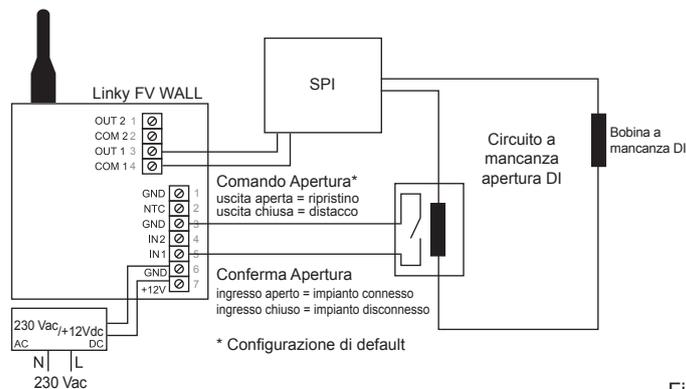
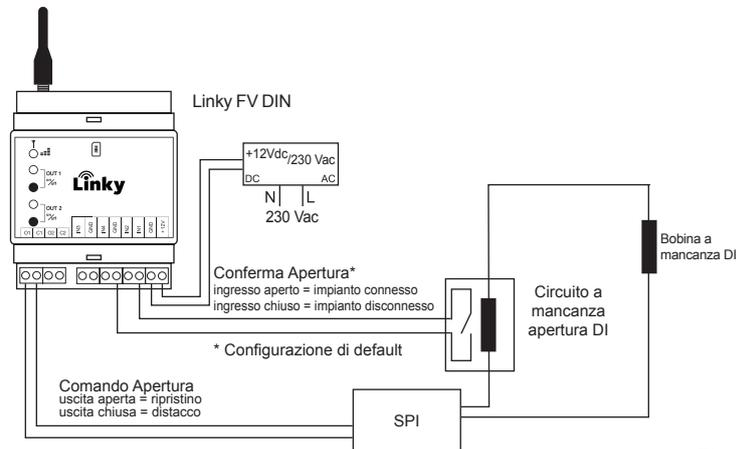

Fig.4
Fig. 7
**D.** Eseguire i collegamenti elettrici seguendo lo schema di collegamento più appropriato (Fig.4 ed il paragrafo *Collegamenti elettrici*).
Gli esempi di collegamento riportati in Fig. 4 (modello WALL) e Fig.7 (modello DIN) rappresentano la modalità di installazione di Linky FV per controllare un impianto fotovoltaico o eolico secondo l'allegato M della norma CEI 0-16 Edizione III.